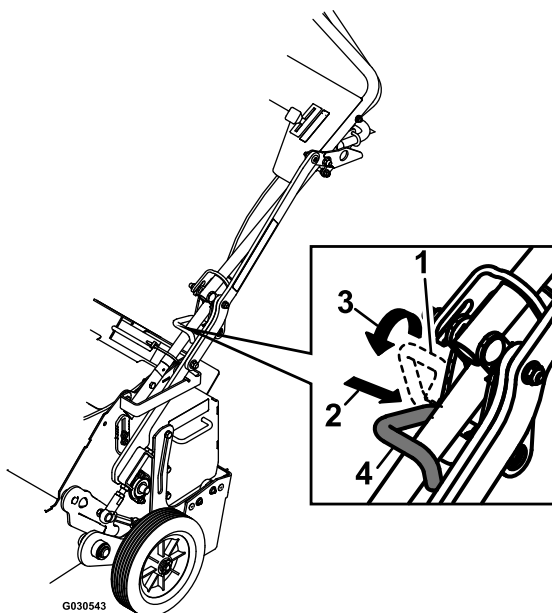

Figura 19
- Intente bloquear el pestillo de transporte en el brazo inferior; consulte la Figura 19.